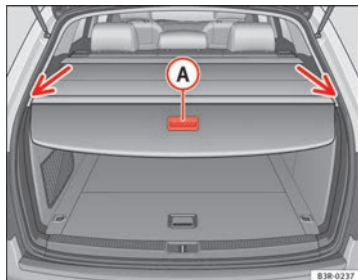

Fig. 119 Portón trasero abierto con bandeja extendida
- Tirando del asa (A) ⇒ fig. 119, extienda de un modo uniforme la cubierta enrollada en dirección a la parte trasera del vehículo.
- Introduzca los extremos de la barra transversal en los dispositivos de enganche que hay a izquierda y derecha ⇒ fig. 119 (flecha), en el revestimiento lateral.